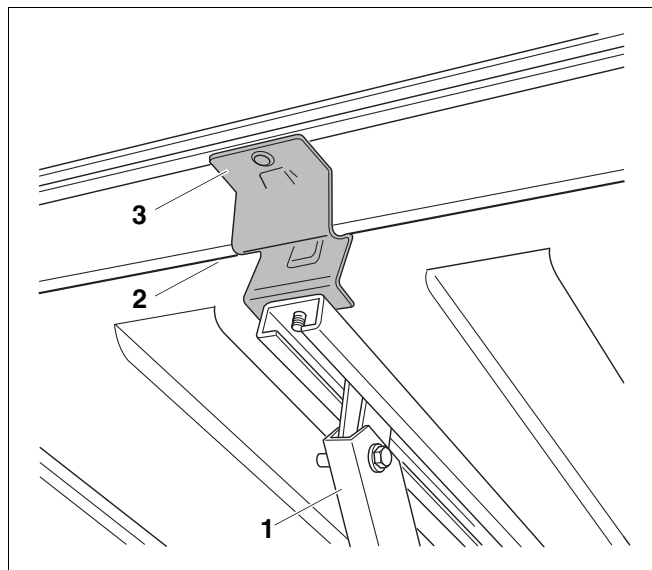

Fig. 6 Encaixar o suporte do colector na ranhura do colector
- Encaixe o suporte superior do colector (fig. 6, **item 3**) na ranhura do colector (fig. 6, **item 2**).
- Incline o suporte aberto (fig. 6, **item 1**) ligeiramente para o lado e retire-o do espaço intermédio dos dois tubos cilíndricos.